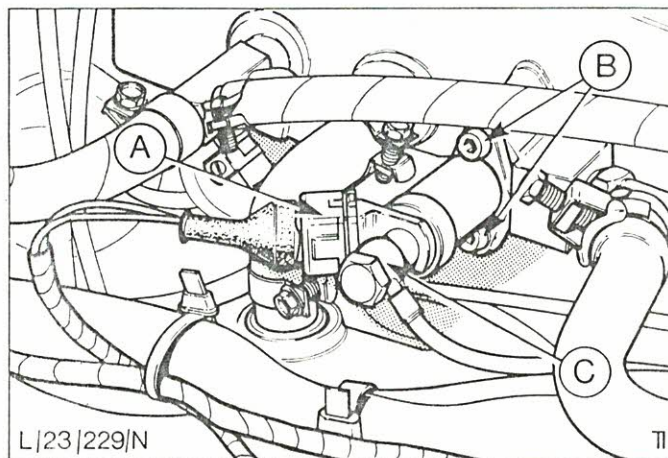

Abb.86 Kaltstartventil
5. Innensechskantschrauben (2) entfernen und Kaltstartventil ausbauen, Abb.86.